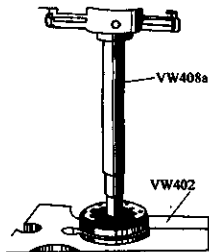

图 3-162 拆卸内万向节
4) 压出内万向节 (VL 节), 如图 3-162 所示。